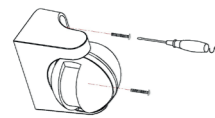

Figura 1
- \* Liberte o parafuso na parte traseira e retire o fundo (consulte a figura 1).